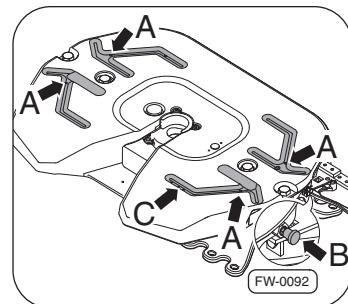

Fig. 20 · Raccords des points de lubrification de la sellette d'attelage SK-S 36.20
- Quatre raccords de points de graissage → Fig. 20, –pos. A– de plaque M8x1